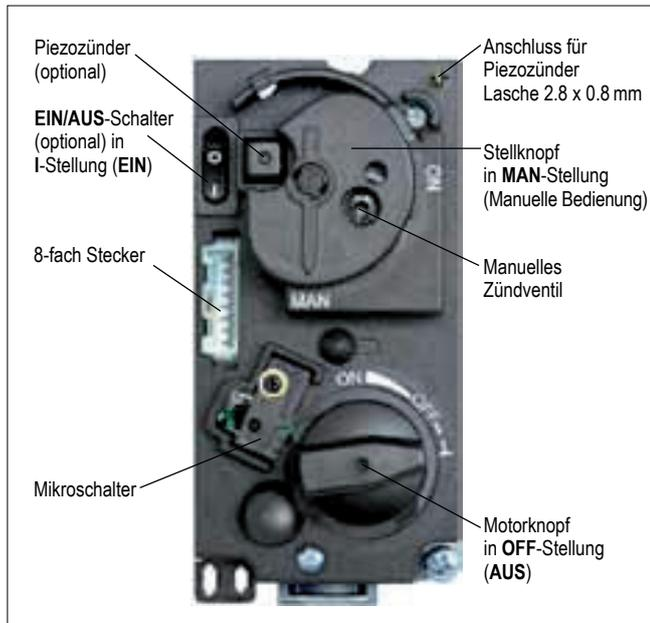

Abb. 21: GV60 Haube
- Warten Sie fünf (5) Minuten, bis sich alle Gasreste verflüchtigt haben. Vergewissern Sie sich, dass sich kein Gas mehr im Bereich des Gerätes (auch am Boden) befindet. Sollten Sie Gas feststellen: **STOP!** Folgen Sie den Anweisungen unter „WAS TUN BEI GASGERUCH“ in den Sicherheitshinweisen (Seite 2). Ist kein Gas vorhanden, fahren Sie mit Punkt 6 fort.
- Drücken Sie das manuelle Zündventil vollständig nach unten und verbleiben Sie in der Position, damit das Zündgas strömt (siehe Abb. 21).
Ändern Sie die Zündkabelverbindung vom Empfänger zum Ventil (siehe Abb. 21, Anschluss Piezozünder). Betätigen Sie den Piezozünder um zu zünden. Wenn die Flamme nicht gezündet bleibt, warten Sie fünf (5) Minuten und wiederholen den Vorgang.